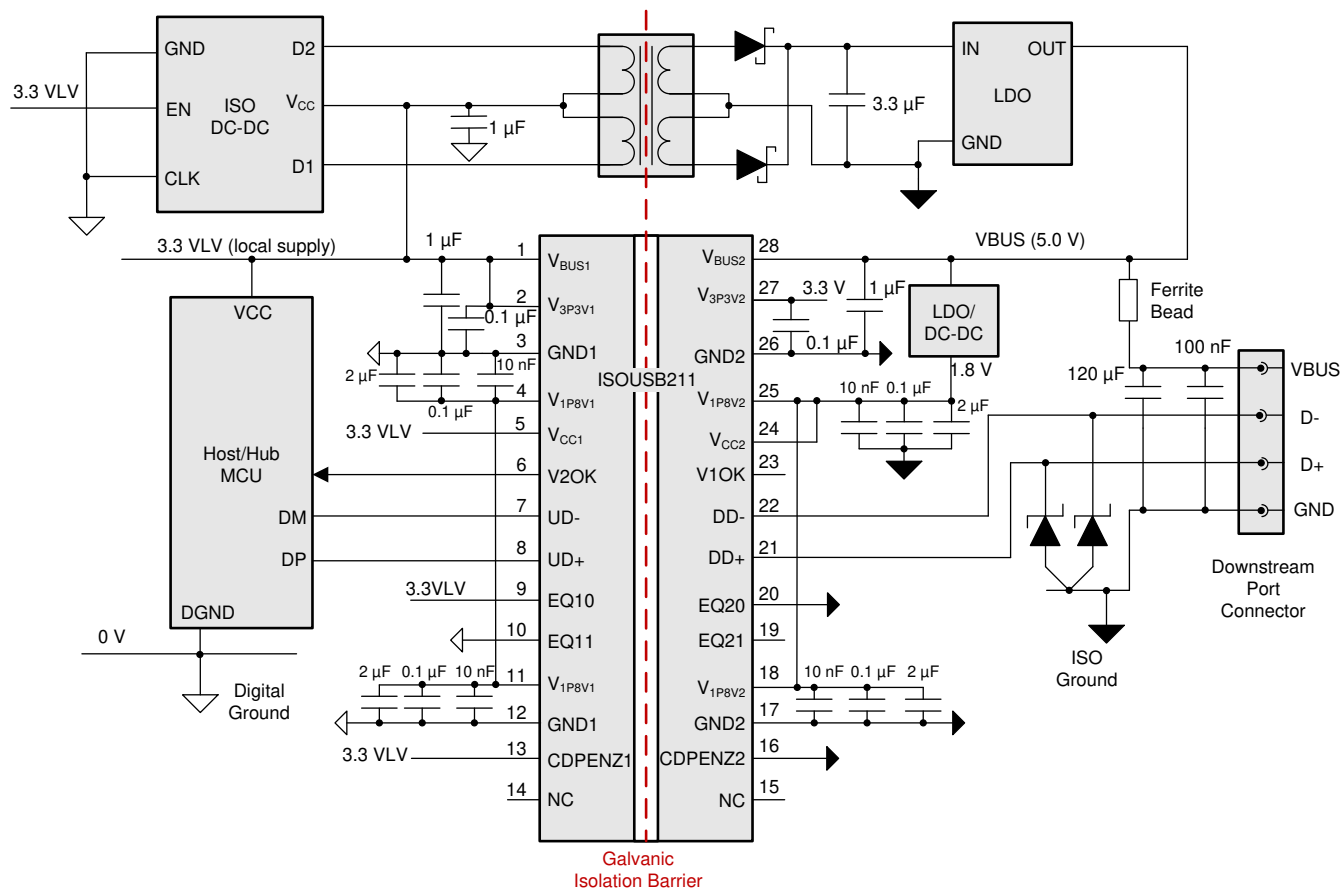

図 8-1. ISOUSB211 を使用した絶縁型ホストまたはハブ
**図 8-1** に、ISOUSB211 を使用してホストまたはハブを絶縁するためのアプリケーションを示します。この例では、マイコン側で  $V_{3P3V1}$  と  $V_{BUS1}$  を一緒に外部の 3.3V 電源に接続しています。 $V_{1P8V1}$  電源は、 $V_{CC1}$  に 3.3V 電源を供給することで、内蔵の 1.8V LDO を使用して生成されます。コネクタ側では、USB コネクタからの  $V_{BUS}$  が  $V_{BUS2}$  に接続され、内部の 3.3V LDO を使用して  $V_{3P3V2}$  電源が生成されます。 $V_{CC2}$  と  $V_{1P8V2}$  は、ともに  $V_{BUS}$  から得られた外部 1.8V 電源に接続されています。ISOUSB211 内部の消費電力を最適化するオプションについては、必要に応じて**熱に関する注意事項**を参照してください。